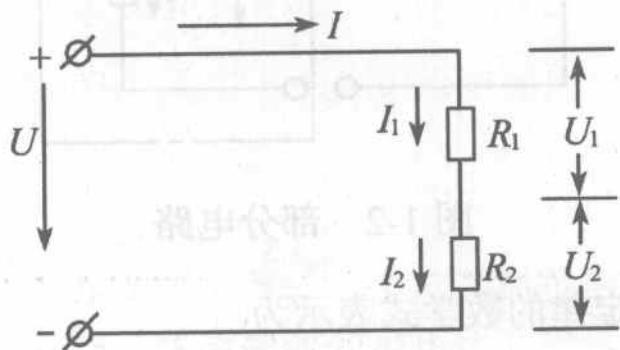

图 1-4 串联电路
(1) 串联电路：把两个或两个以上电阻首尾相连接成一串，中间没有分支，称为电阻的串联电路，如图 1-4 所示。